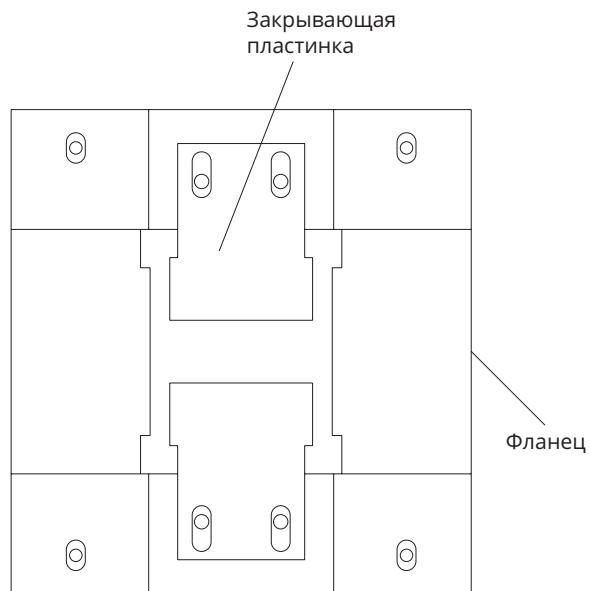

Рис. 13. Установка проходного фланца
- Перед установкой шинопровода отсоедините фланец (рис. 13).